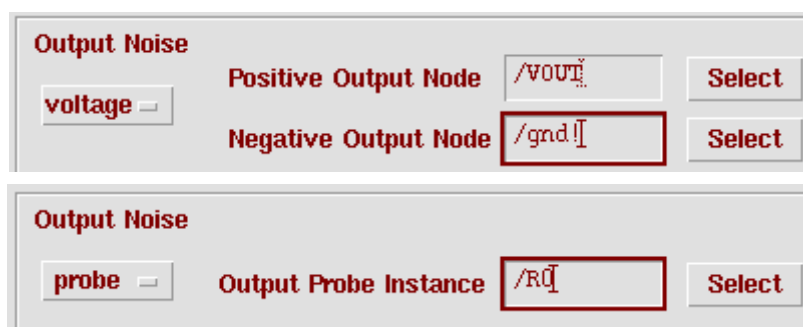

图 7.2 “Output Noise” 端口的设定
- **“Output Noise”**: 如前所述，仿真器计算的是在输出端的噪声。因此，首先需要给电路设置一对输出节点 (Node) 或设置输出探针器件 (Probe component)。当选择 “voltage” 方式输出时，点击 “Select” 后弹出电路图，点击网线 (net) 即可设置输出节点。如果是差分方式输出，“Positive Output Node” 和 “Positive Output Node” 设置为差分输出端即可。而如果电路是单端输出，将 “Positive Output Node” 设置为输出端，而 “Negative Output Node” 设置为地线。如果输出是一个电压量，也可以选择一个电阻 (resistor) 或是一个端口 (port) 作为输出探针。而如果输出量是电流，选择 “vsource” 或是 “iprobe” 作为输出探针。两种不同的设置方式对比在图 7.2 中显示。